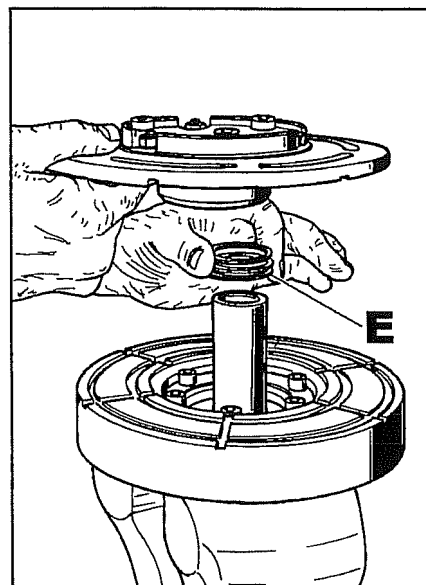
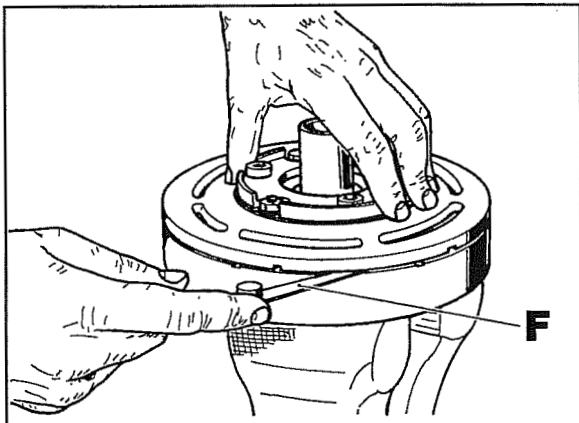

Fig. 15
Fig. 16
- Utilizzare un tubo adeguato ai cuscinetti, quindi in morsa effettuare l'assemblaggio come illustrato in fig. 15, utilizzando i distanziali **E** smontati in precedenza.
- Rilevare con spessimetro **F** fig. 16 la distanza tra i due dischi. Tale distanza deve risultare di 0,6 mm, eventuali differenze in più o in meno vanno recuperate con i distanziali **E** fig. 15.